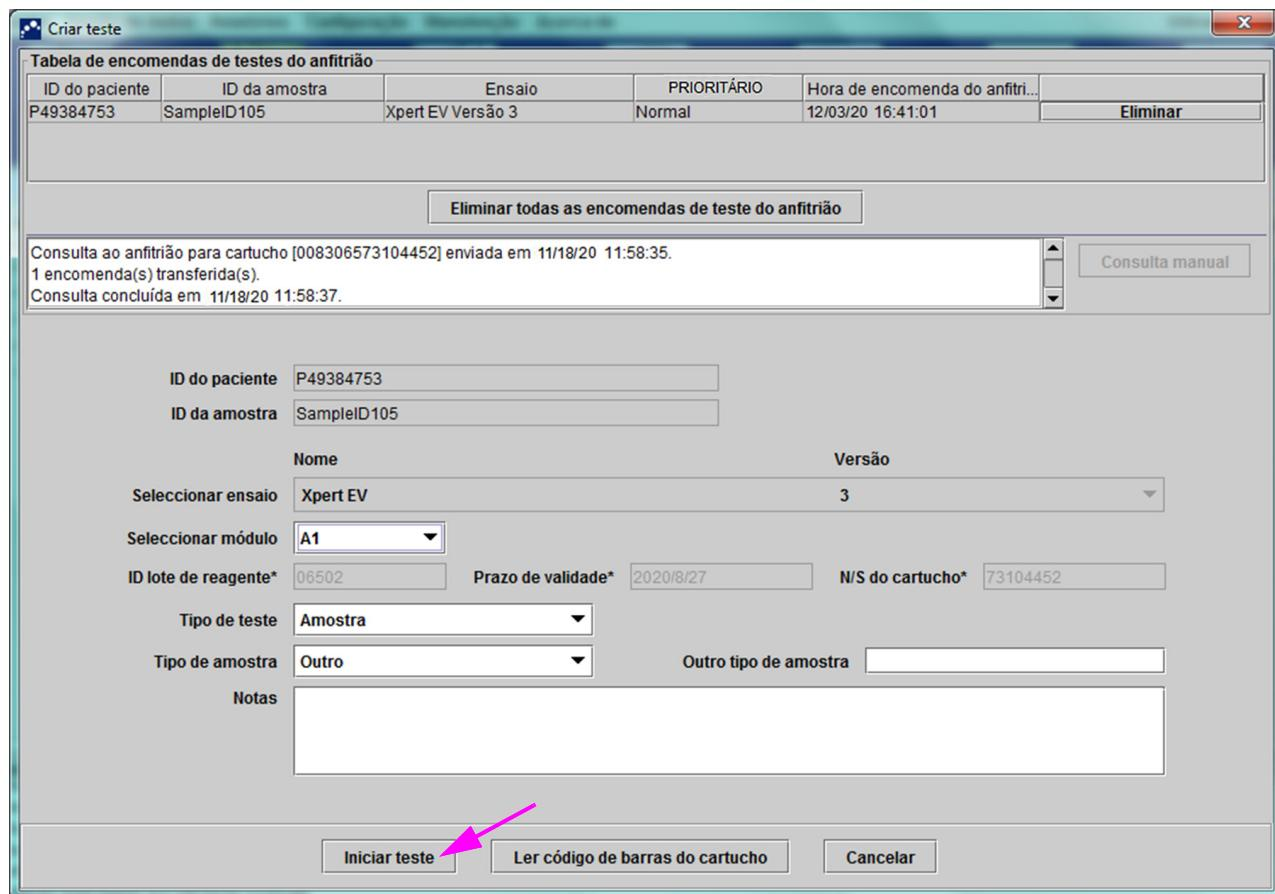
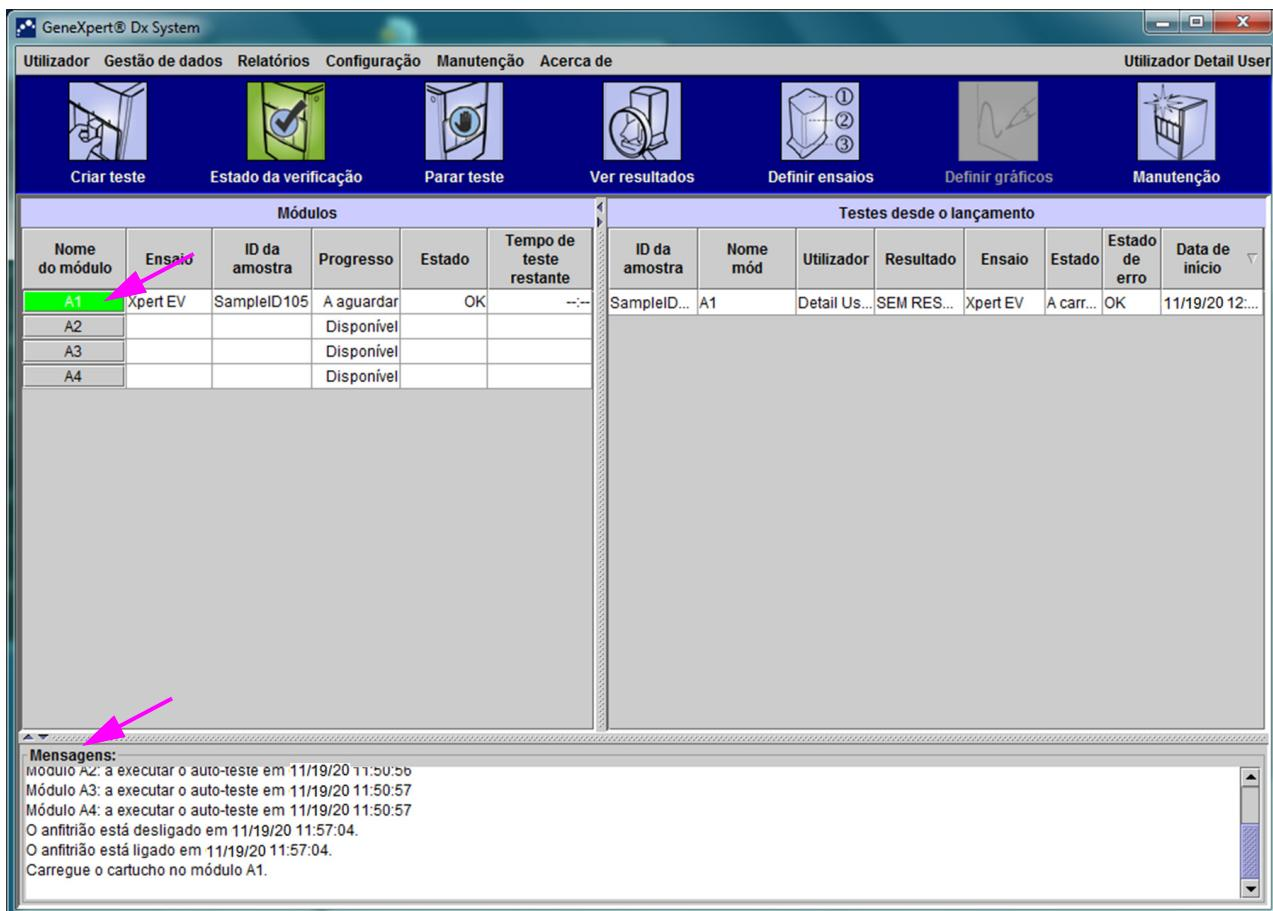

Figura 5-115. Ecrã Create Test (Criar teste), mostrando consulta de cartucho concluída
Figura 5-116. Ecrã Home (Página principal) do GeneXpert, mostrando a mensagem de cartucho a ser carregado
O Sistema GeneXpert Dx consultará o sistema Cepheid Link para verificar se a encomenda existe no sistema. Se a encomenda existir, a encomenda será transferida para o Sistema GeneXpert Dx. (Consultar figura 5-115).
4. Na secção **Host Test Order Table (Tabela de encomenda de teste do anfitrião)**, (consultar figura 5-115), reveja a encomenda. Se necessário, introduza informações adicionais ou notas e depois seleccione o botão **Start Test (Iniciar teste)**. É visualizado o ecrã Home (Página principal) do GeneXpert, apresentando uma mensagem para carregar o cartucho no módulo, que é assinalado a verde. Consulte figura 5-116.